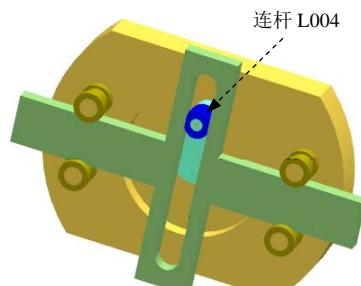

图 10.1.4 定义连杆 L004
(4) 定义连杆 L004。选取图 10.1.4 所示的零件为连杆 L004，在“连杆”对话框中单击 应用 按钮。